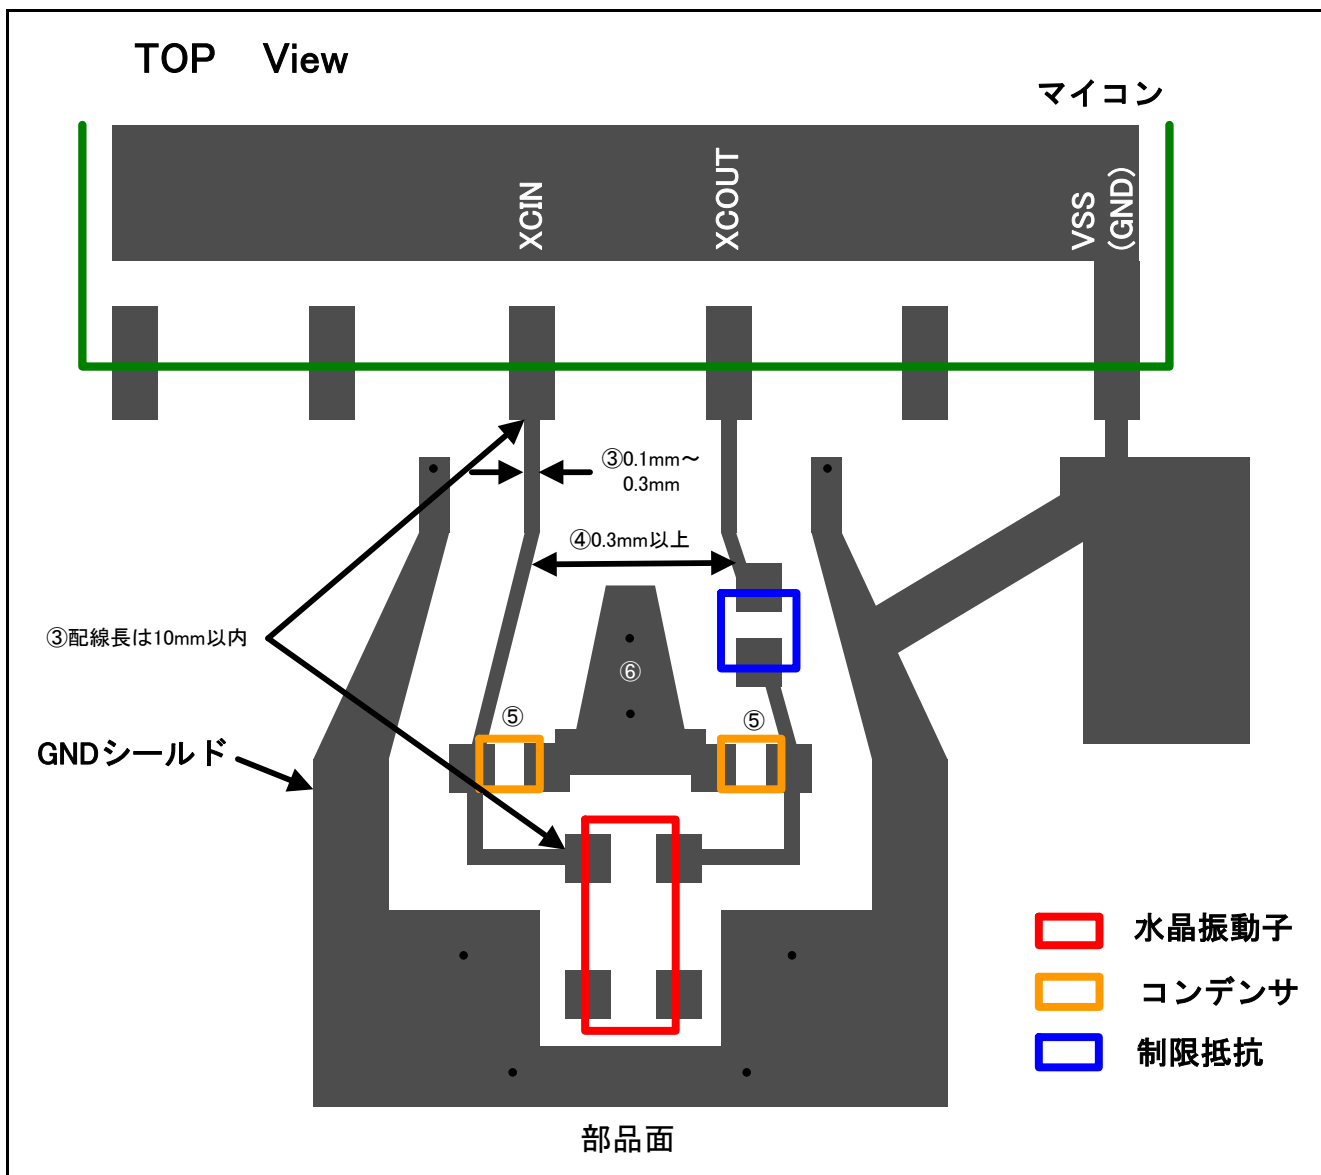
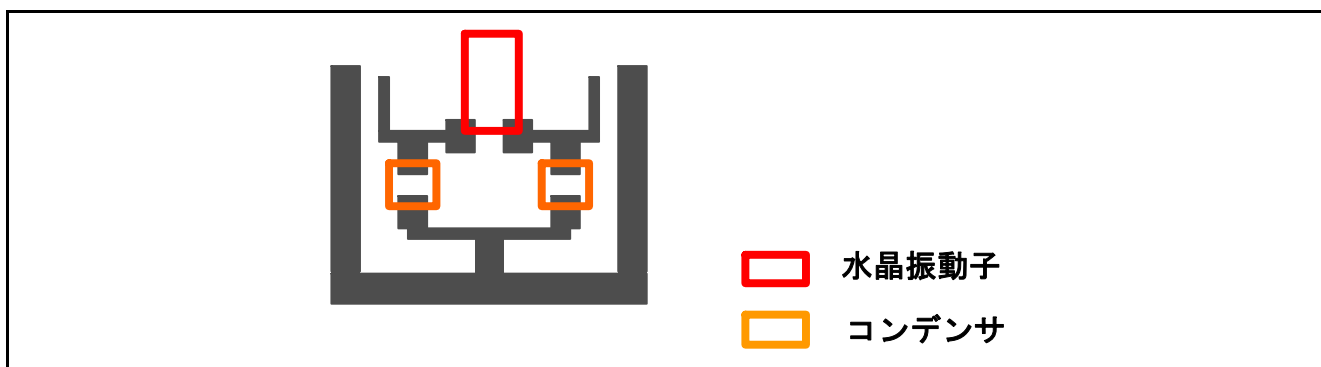

図1.1 XCIN、XCOUTの配線に関するパターン例
図1.2 ⑤のパターン例2
①～⑥に XCIN、XCOUT の配線の要点を示します。また、図 1.1にパターン例を、図 1.2に⑤のパターン例 2を示します。
- ① XCIN、XCOUT の配線は、他の信号線と交差させないでください。
- ② XCIN、XCOUT に観測端子を設けないでください。
- ③ XCIN、XCOUT の配線の幅は 0.1～0.3mm とし、マイコンの端子から水晶振動子の端子までの配線長を 10mm 以内にしてください(配線長を 10mm 以内にできない場合は、なるべく 10mm に近づけてください)。
- ④ XCIN 端子に接続した配線と、XCOUT に接続した配線は、可能な限り間(0.3mm 以上)を空けてください。
- ⑤ 外付けコンデンサは、コンデンサとコンデンサを最短距離で接続し、その配線を部品面にある GND パターン(以下、GND シールドとする。詳細については1.1.2 GND シールド関連を参照してください。)に接続してください。図 1.1のように配置できない場合は、図 1.2のように配置してください。
- ⑥ XCIN、XCOUT 間の寄生容量を減らすために、振動子とマイコンの間に GND のパターンを設けてください。